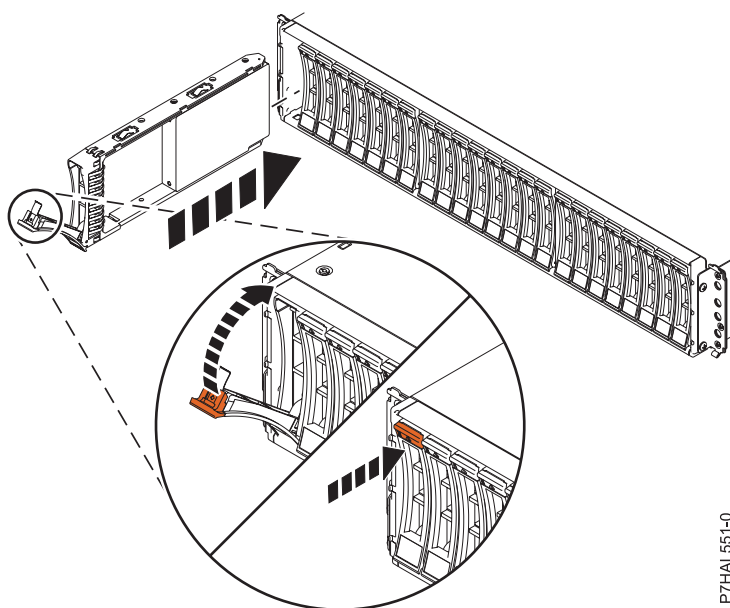

Figura 4. Instal·lació de la unitat de disc a Allotjament de la unitat de disc 5887
1. Amb la nansa en posició desbloquejada, tal com es mostra a Figura 4, aguanteu la part inferior de la unitat mentre l'alineu amb les guies a la unitat d'expansió.